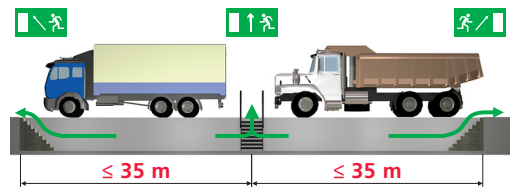

Figura 3
- 4** Le uscite di emergenza (scale di accesso, scale di emergenza) sono disposte in modo tale che la distanza per raggiungerle da un qualsiasi punto della fossa è di al massimo 35 metri? (Figura 3)